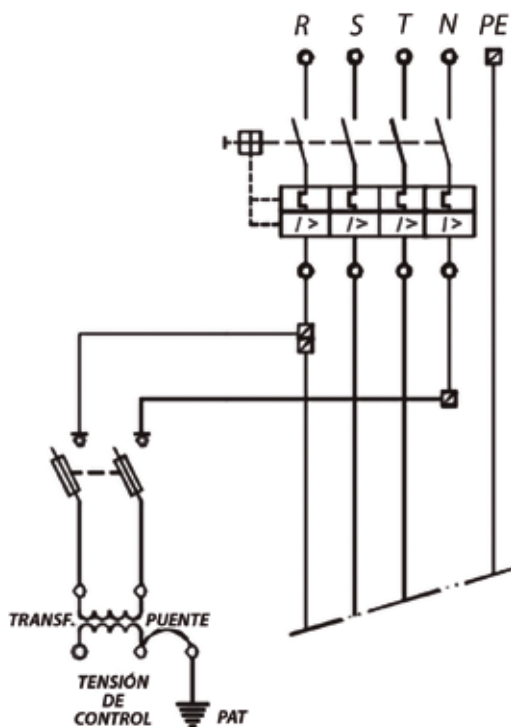

Figura 6. Circuito de transformador protegido con seccionador-fusible
- » un transformador como los mencionados anteriormente, protegido con seccionador-fusible (ver figura 6);